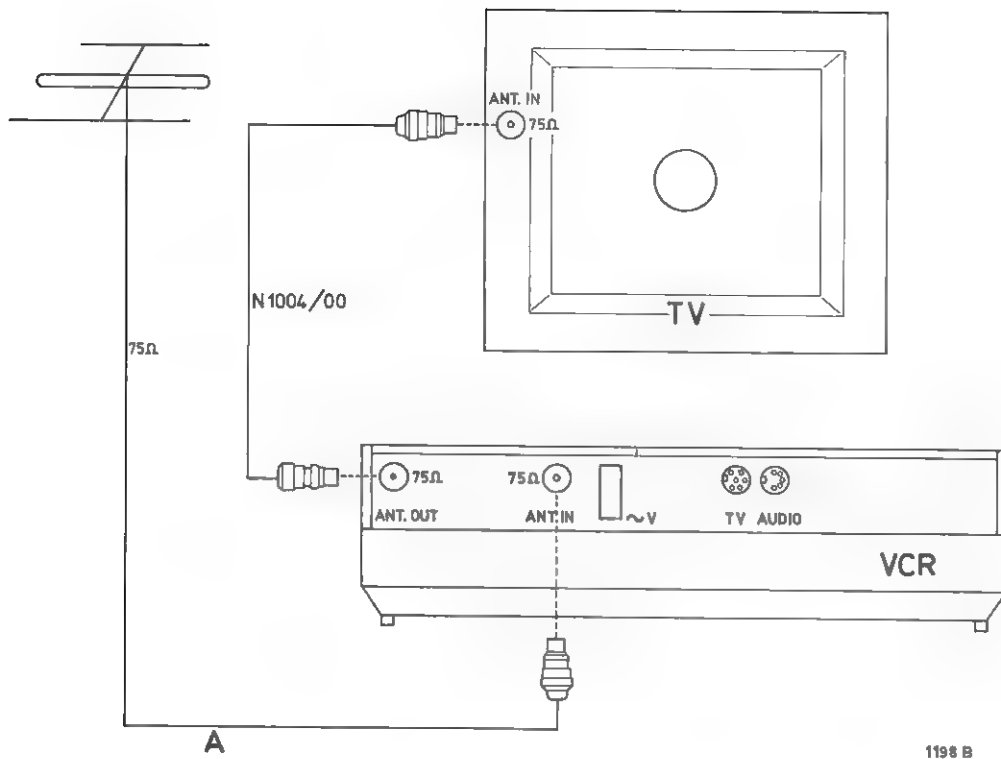

Fig. 3a
### Aansluiten van de antenne (zie fig. 3a)
De antenne-ingangsimpedantie van de VCR bedraagt 75 Ω. Sluit de antenne, indien deze een impedantie heeft van 75 Ω, rechtstreeks aan op de antenne-ingang (22) van het apparaat. Indien de antenne een impedantie heeft van 300 Ω, dan moet het antennesignaal via een impedantietransformator 300 Ω-75 Ω aan de antenne-ingang worden toegevoerd. Hiervoor kunnen de verbindingkabels N1001/00 of N1001/10 (zie fig. 3a en 3b) gebruikt worden.
### Aansluiten van het TV-apparaat (zie fig. 3a)